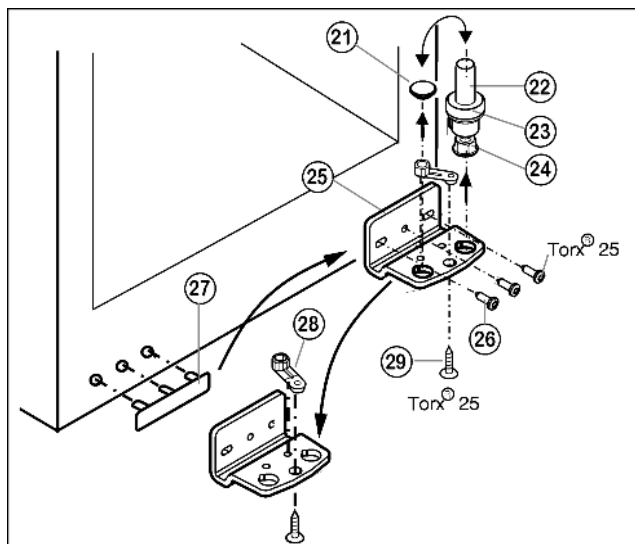

Fig. 6
- ▶ Lagerbolzen Fig. 6 (22) komplett, mit Scheibe Fig. 6 (23) und Stellfuß Fig. 6 (24), nach oben herausziehen.
- ▶ Stopfen Fig. 6 (21) abheben.
- ▶ Lagerbock Fig. 6 (25) abschrauben Fig. 6 (26).
- ▶ Lagerteil Fig. 6 (28) abschrauben Fig. 6 (29) und in das gegenüberliegende Aufnahmeloch des Lagerbocks umsetzen, wieder festschrauben.
- ▶ Griffseitige Abdeckung Fig. 6 (27) vorsichtig abheben und auf die Gegenseite umsetzen.
- ▶ Lagerbock Fig. 6 (25) auf der neuen Scharnierseite ggf. mit Hilfe eines Akkuschraubers **fest (mit 4 Nm)** wieder anschrauben.
- ▶ Stopfen Fig. 6 (21) in das andere Loch wieder einsetzen.
- ▶ Lagerbolzen Fig. 6 (22) komplett, mit Scheibe und Stellfuß, wieder einsetzen. Dabei darauf achten, dass der Rastnocken nach hinten zeigt.
- ▶ Stopfen (33) aus der Türlagerbuchse herausheben und umsetzen.
- ▶ Türgriff (32), Stopfen (33) und Druckplatten* (34) abmontieren und auf die Gegenseite umsetzen.
- ▶ Tür von oben auf Lagerbolzen unten Fig. 6 (22) aufsetzen.
- ▶ Oberen Lagerbock (12) auf der neuen Scharnierseite in die Tür einsetzen.
- ▶ Oberen Lagerbock (12) **fest (mit 4 Nm)** anschrauben (2 mal Torx® 25) (13). Schraublöcher evtl. vorstechen oder Akkuschrauber verwenden.
- ▶ Abdeckung (10) und Abdeckung (11) jeweils auf der Gegenseite aufrasten.
- ▶ Die Tür evtl. über die beiden Langlöcher im Lagerbock unten Fig. 6 (25) fluchtend zum Gerätegehäuse ausrichten. Dazu mittlere Schraube herausdrehen.